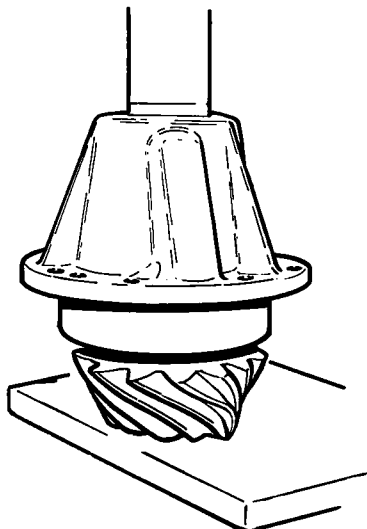

Fig. 7
— Pers de conus van het voorste rollager (7) op de as, totdat hij tegen de afstandring aanligt (fig. 7).